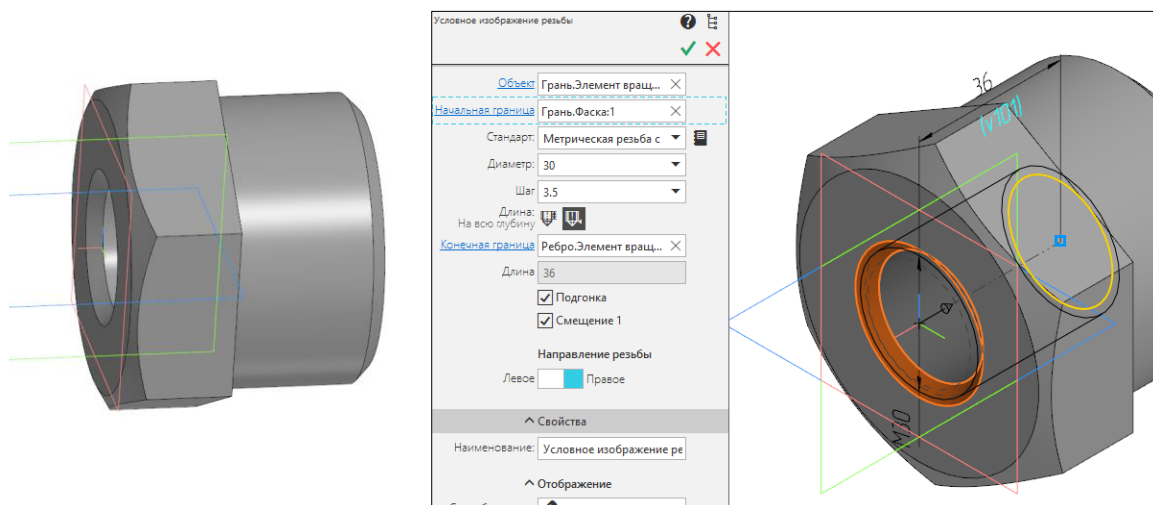

Рис. 86
1.10. Создайте фаски на ребрах отверстия и наружной цилиндрической грани детали высотой 3 мм (рис. 86).